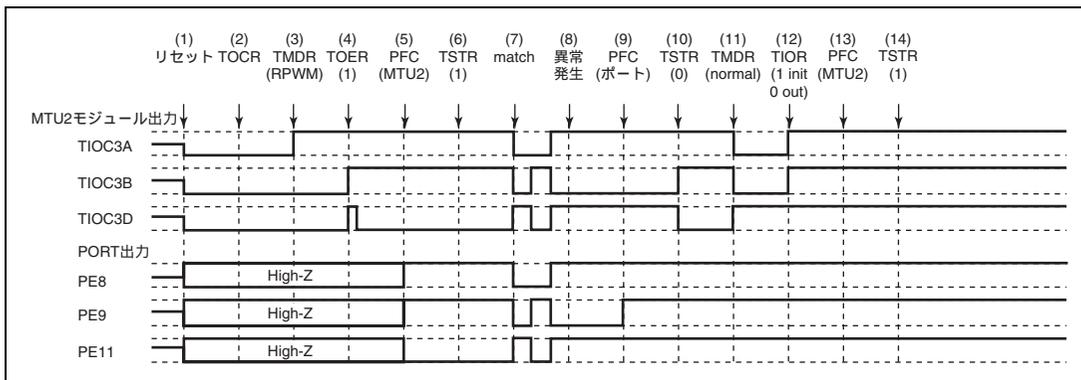

図 9.149 リセット同期 PWM モードで異常が発生し、ノーマルモードで復帰する場合
リセット同期 PWM モードで異常が発生し、再設定後ノーマルモードで再スタートする場合の説明図を図 9.149 に示します。
(1) ~ (10) は図 9.149 と共通です。
(11) PWM モード 1 を設定してください (MTU2 出力は正相側がローレベル、逆相側がハイレベルとなります)。
(12) TIOR で端子を初期化してください (PWM モード 1 では TIOC*B 側は初期化されません)。
(13) PFC で MTU2 出力としてください。
(14) TSTR で再スタートします。
- (1) ~ (10) は図 9.149 と共通です。
- (11) TOER でチャンネル 3、4 の出力を禁止してください。
- (12) TOCR で相補 PWM の出力レベルと周期出力の許可禁止を選択してください。
- (13) 相補 PWM を設定します (MTU2 の周期出力端子はローレベルになります)。
- (14) TOER でチャンネル 3、4 の出力を許可してください。
- (15) PFC で MTU2 出力としてください。
- (16) TSTR で再スタートします。
- (11) PFC で MTU2 出力としてください。
- (12) TSTR で再スタートします。
- (13) コンペアマッチの発生によりリセット同期 PWM 波形を出力します。